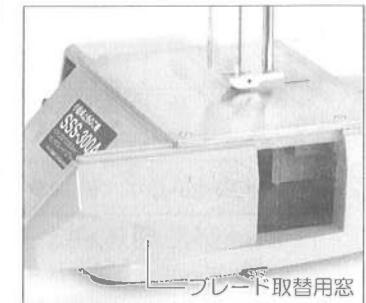

図11
- ④ブレードの安全カバーを正確に締め付けて下さい。
- ⑤切削は軽く押しながら切削して下さい。無理に押しまずとブレードの破損、本機の故障につながります。(図11参照)
- フレームの側面のブレード取り替え窓をあけて下さい。(図11参照)